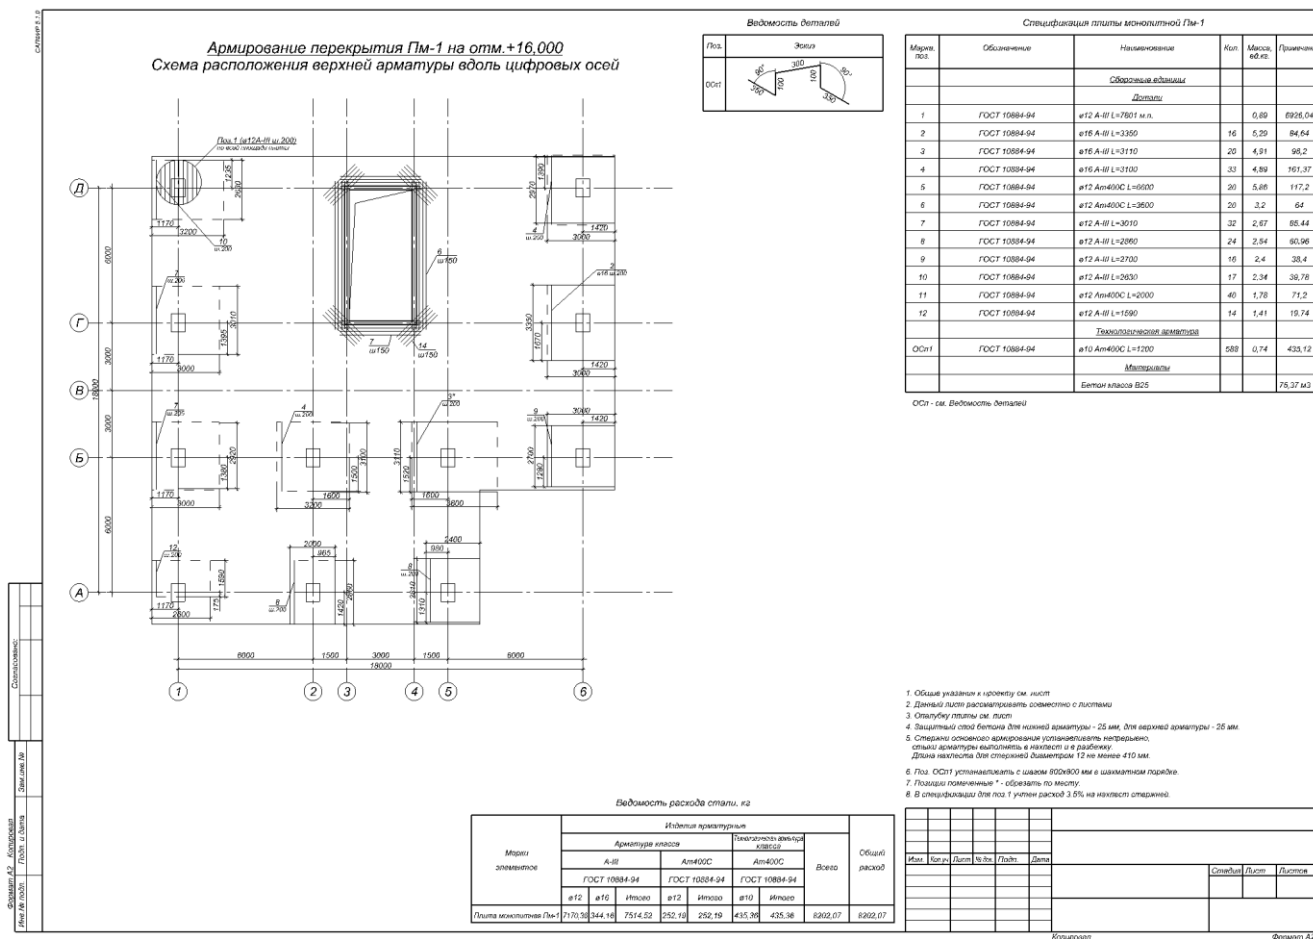

Рис.23.51. Чертеж расположения арматуры в плите перекрытия на отметке +16.000
- Зафиксируйте положение схемы в свободном пространстве листа выполнив одинарный щелчок левой кнопкой мыши (рис.23.51).